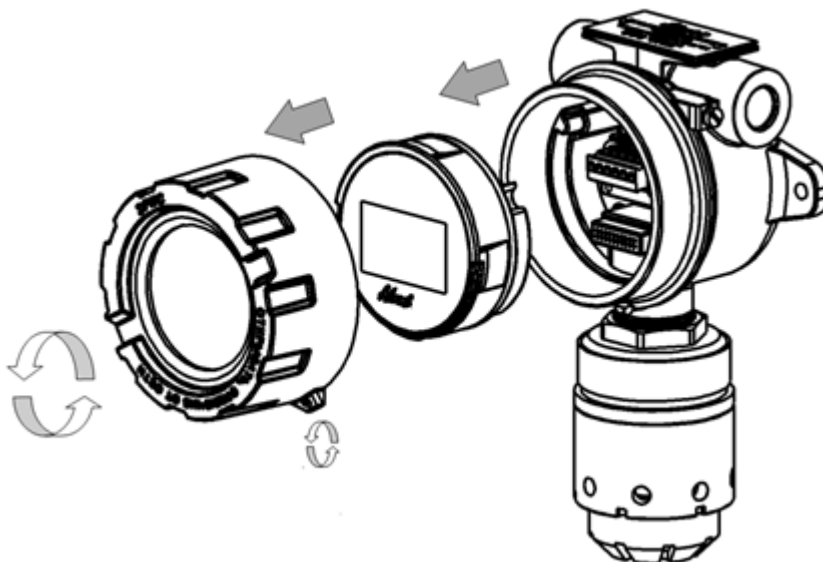

Рисунок 22 - Схема разбора газоанализатора
1) Открутить стопорный винт на верхней крышке газоанализатора (рисунок 22). Открутить крышку по резьбе. Снять электронный модуль с разъемов, потянув его горизонтально за полукруглую ручку "дугу" (не делая вращательного движения).